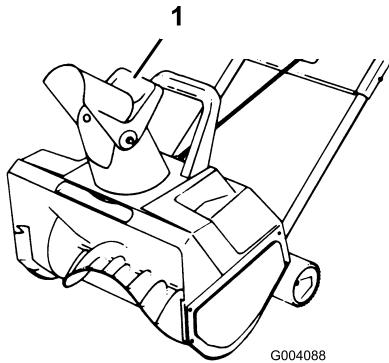

Figure 9
- Réglez la hauteur d'éjection en élévant ou abaissant plus ou moins le déflecteur (Figure 9).